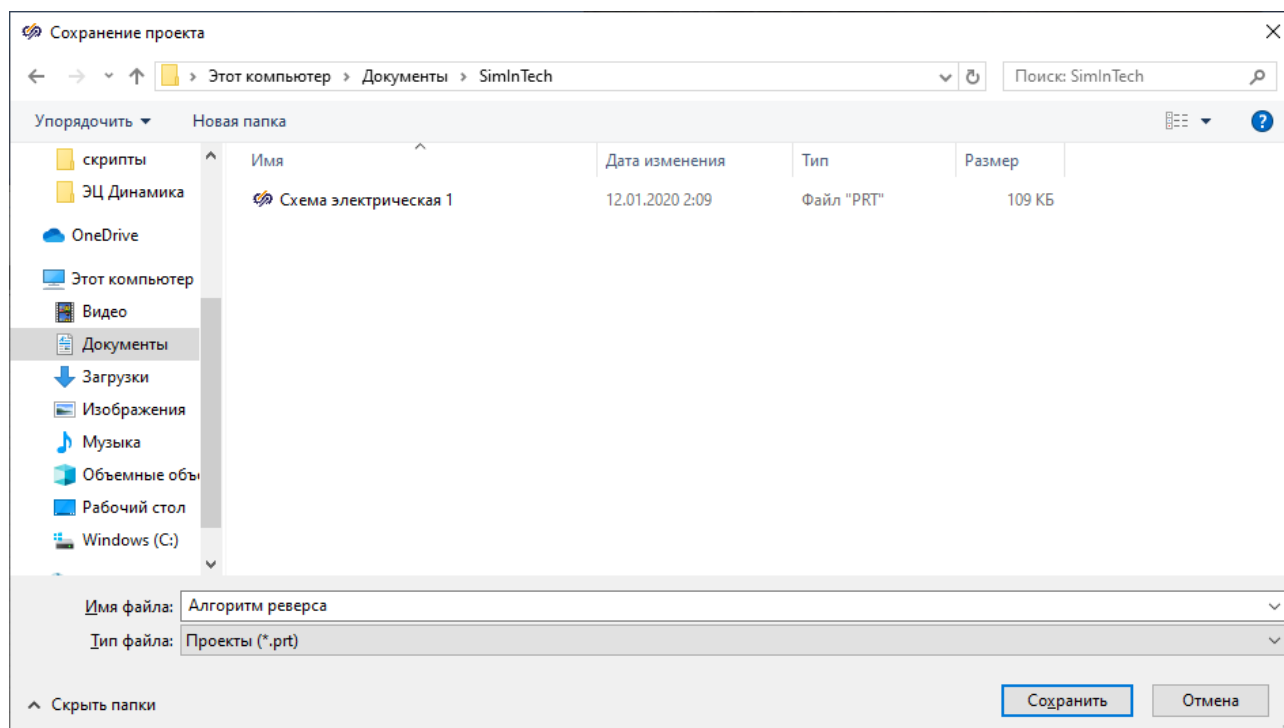

Рисунок 5.2.3. Сохранение новой общей схемы.
- 5) В появившемся окне сохранения проекта в поле «**Имя файла**» измените имя проекта на «**Алгоритм реверса.prt**» (Рисунок 5.2.3) и нажмите на кнопку «**Сохранить**».